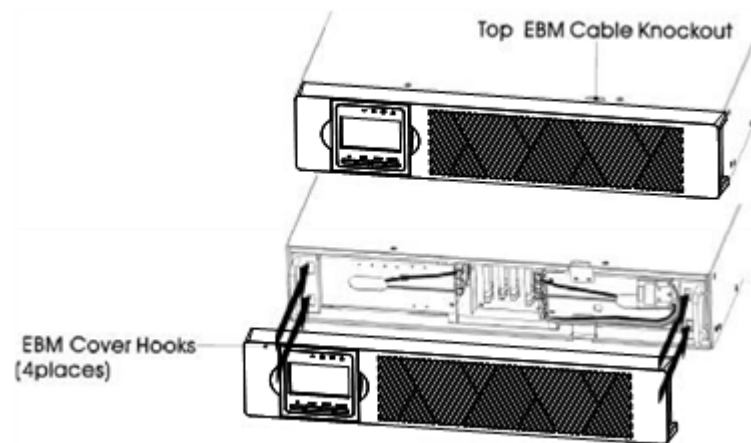

Figuur 2: Aansluiten van de interne batterijen van de UPS
- b) Sluit de interne batterijconnector aan (zie figuur 2). Sluit rood op rood aan, Druk de connector stevig samen om een goede verbinding te verzekeren.